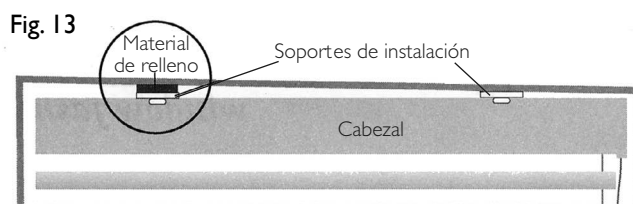

Fig. 13
- Utilice suficiente material de relleno para que todos los soportes de instalación queden nivelados unos con otros. Use un nivel de carpintero para verificar el nivel de los soportes de instalación (Fig. 13).